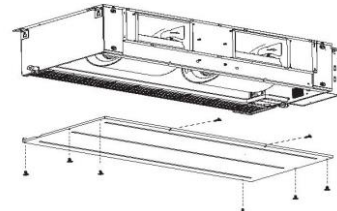

Fig. 9-4
1. Retirar la base inferior, tal como se lo visualiza en la fig. 9-4.